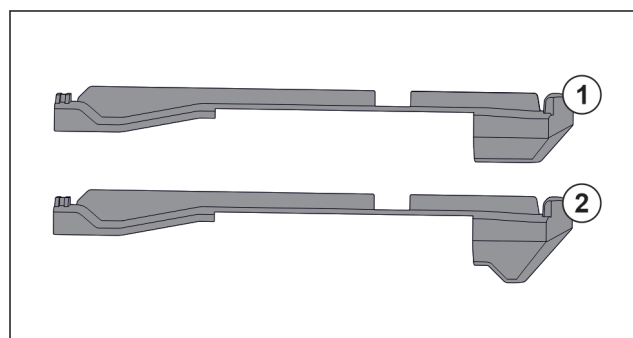

Fig. 128 Porovnání nasazovacích dílů
V přístroji se nacházejí dva různé nasazovací díly. Nasazovací díl nad nejspodnější zásuvkou Fig. 128 (2) má hranu trojúhelníkového tvaru. Všechny ostatní nasazovací díly Fig. 128 (1) mají rovnou hranu.
- Nasazovací díl Fig. 128 (2) s hranou trojúhelníkového tvaru připevněte nad nejspodnější zásuvkou.
- Nasazovací díl Fig. 128 (1) s rovnou hranou připevněte na všech ostatních místech.